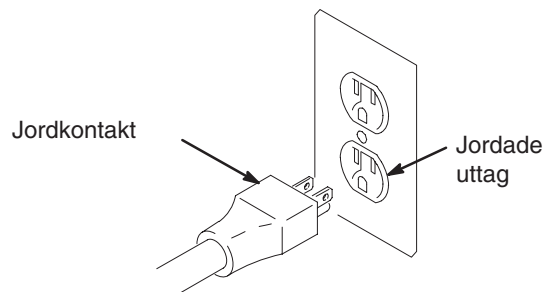

Fig. 2
1. Fig. 2. Ultra Max II 695, 795 och 1095 100–120 V-modellerna kräver ett jordat uttag för 50/60 Hz, 15A. Ultra Max II 1595 120 V-modellerna kräver ett jordat uttag för 50/60 Hz, 20A. 220–240 V-modellerna kräver ett jordat uttag med 50/60 Hz, 10A.